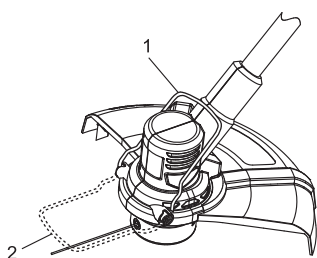

Fig. 6
Pour positionner le guide de coupe (1), il suffit de le tirer vers le bas en position horizontale (2) (Fig. 6). Lorsque le guide de coupe n'est pas utilisé, il doit être placé en position verticale.